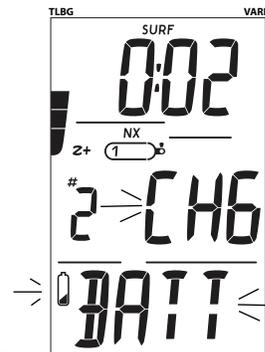

Fig. 2 - CAMBIAR BATERÍA
- El icono de la batería aparece parpadeando con los mensajes CHG >> BATT alternándose (Fig. 2) al ingresar en el modo Superficie y luego, 5 segundos después de que la unidad se apague.